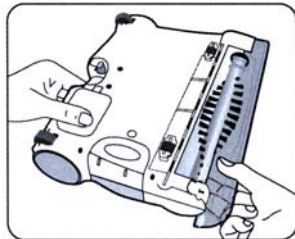

Fig. 7
4. De temps à autre, retirez le couvercle transparent de la brosse à l'avant du balai et retirez toute accumulation de soies, de cheveux ou de fibres dans la brosse rotative. Pour retirer le couvercle, agrippez le couvercle à partir du bas, tirez-le vers le haut jusqu'à ce les languettes du dessus de le balai se libèrent des fentes latérales (Fig. 7)